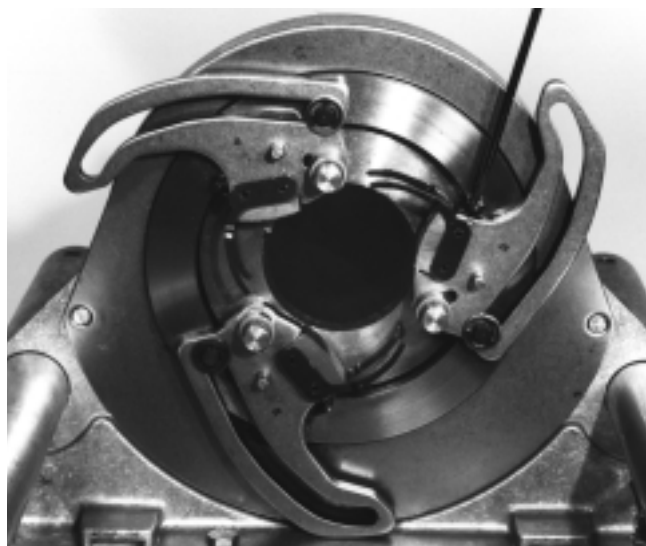

Figure 23A – Retrait de la mâchoire
- Desserrez la vis de retenue de la mâchoire et du doigt de centrage. Cela devrait permettre le retrait de la mâchoire (Figures 23A et B).